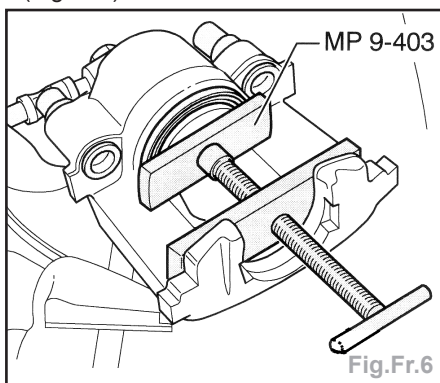

Fig.Fr.6
- Pousser le piston avec le pousse-piston (Fig.Fr.6).